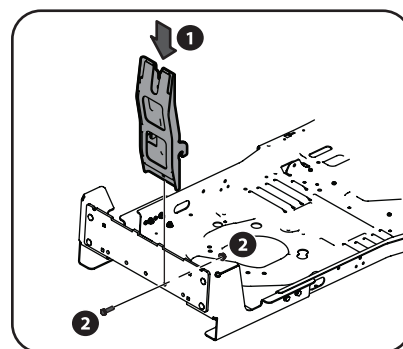

Figura 4-4
3. Instale la ménsula de soporte vertical en el conjunto de montaje sobre el tractor, enganchándolo encima del conjunto de montaje entre las dos lengüetas, tal como se muestra en la (1) Figura 4-4
4. Fije la unidad de soporte vertical de las ménsulas a la unidad de montaje con un perno hexagonal (710-0376) y (712-04063) y una tuerca de seguridad con brida que viene con el paquete de elementos de ferretería (689-00567). Vea (2) Figura 4-4